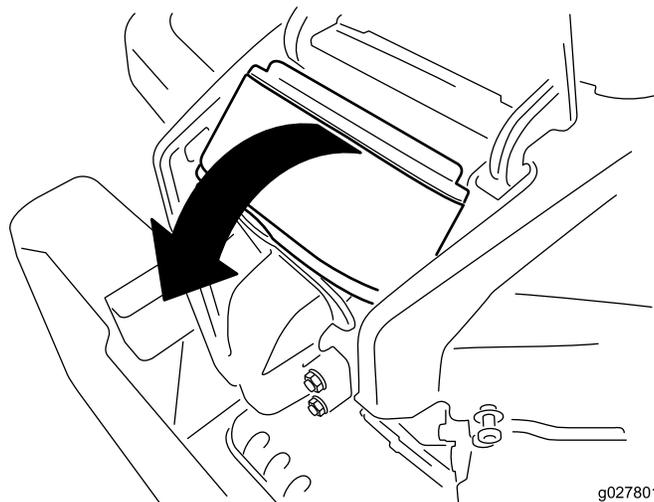

図 34
4. カバーを持ち上げてエアクリーナアセンブリをエンジンから取り外す 図 34。